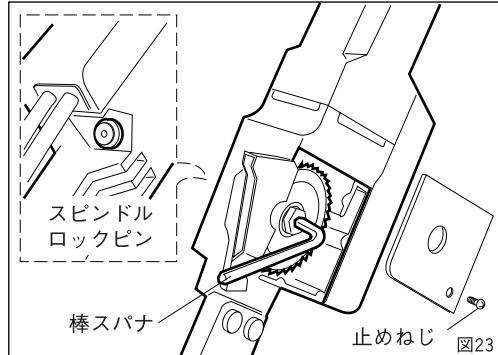

図23
- ①カバーの止めねじを外し、カバーを取り外します。
- ②スピンドルロックピンを押して、刃物の回転を固定しておきます。
- ③カッタ取付けボルトを付属の六角棒スパナで時計方向に回転させて刃物を取り外し、新しい刃物を取付けます。(図23)